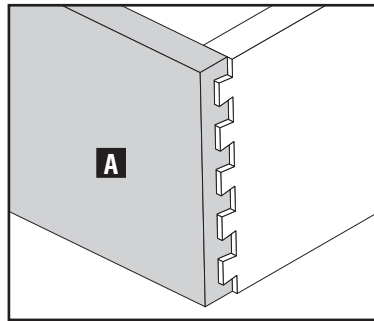

Fig. F17
Si el grano grueso de la tabla con espiga (A) está **embutido** (demasiado bajo, como se muestra en la Fig. F17) o si está muy **sobresalido** (demasiado alto, como se muestra en la Fig. F18), la plantilla puede ajustarse.